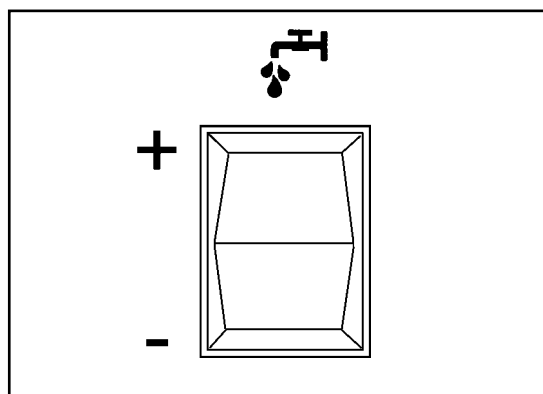
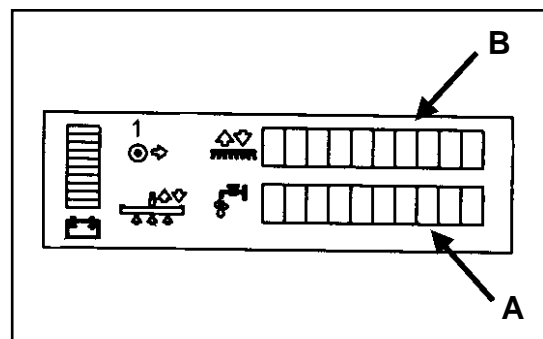
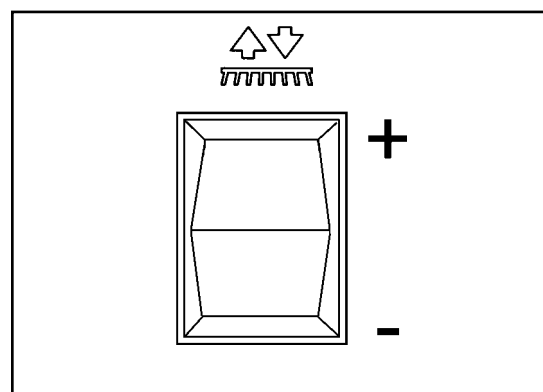

Figure 25
Figure 26
Figure 27
La solution est utilisée pour désincruster et pour retirer la saleté du sol. La quantité de solution appliquée peut être réglée sur cinq niveaux différents afin de s'adapter à tous les sols, quel que soit leur état. Ces différents niveaux sont indiqués sur l'afficheur LCD situé à l'avant de la machine. Pour régler la quantité de solution appliquée, utilisez le commutateur de réglage du débit (figure 25). **REMARQUE : Cinq réglages différents sont proposés par l'afficheur. Voir la figure 26, A.**
1. Appuyez sur le côté « + » du commutateur (figure 25).
1. Appuyez sur le côté « - » du commutateur (figure 25).
Les brosses sont utilisées pour assurer l'agitation de la solution, ce qui améliore le processus de nettoyage. L'importance de la pression appliquée peut être réglée sur cinq niveaux différents afin de s'adapter à tous les sols, quel que soit leur état. Ces différents niveaux sont indiqués sur l'afficheur LCD situé à l'avant de la machine (figure 26, B). Pour régler la pression d'applique sur les brosses, utilisez le commutateur des brosses (figure 27).
1. Pressez le côté « + » du l'interrupteur (figure 27).
1. Pressez le côté « - » du l'interrupteur (figure 27).